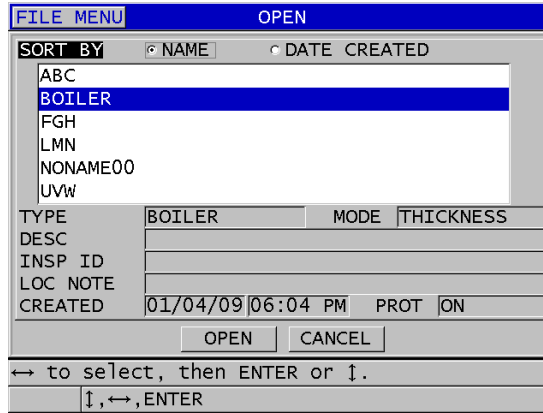

Figura 11-16 Abrir arquivo
3. Na tela **OPEN** (ABRIR) (consulte Figura 11-16 na página 213):